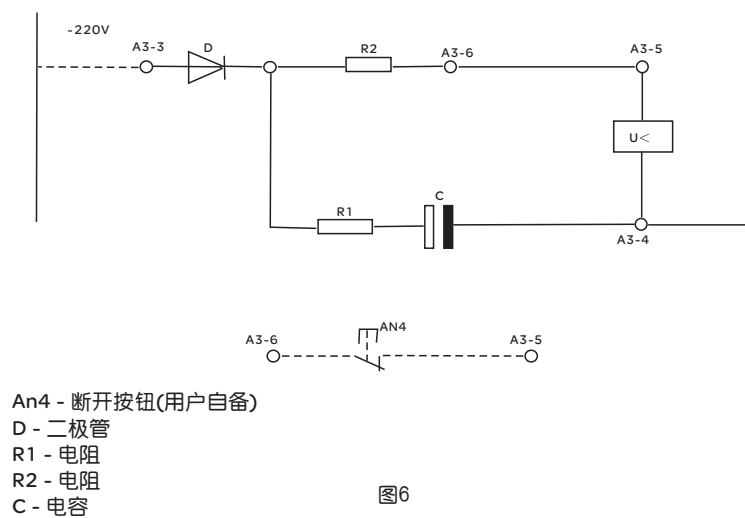

图6
b) 电气延时式 r-脱扣器线路图见图6。
如要选用R-脱扣器进行断路器的分闸操作可加接An4按钮(订货时需注明)如图6